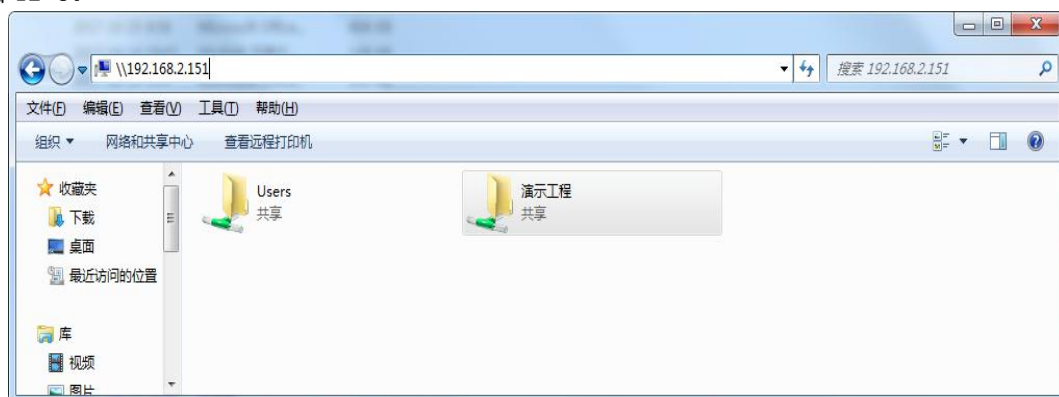

图 12-8 网络访问中的显示
2、在 Web 服务器中建立数据服务器的远程站点。由于在本例中，我们要让数据服务器与 Web 服务器工程在同一台计算机上，所以我们需要将数据服务器的工程文件夹进行共享。共享成功后，在网络访问中显示如图 12-8。